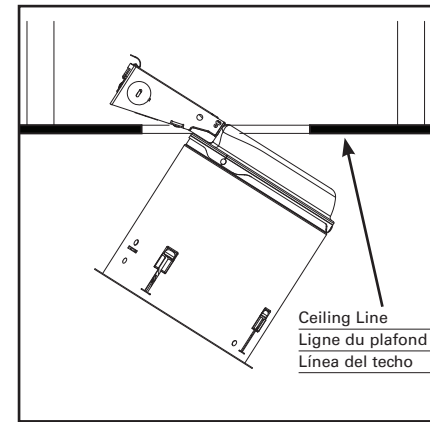

Figure 8
6. To install housing within the ceiling, tip housing such that wiring box points toward the hole (Figure 8). Make sure that the mounting springs are secured in the inboard position (Figure 9).
6. Pour insérer le boîtier dans le plafond, inclinez le boîtier de manière à ce que la boîte de jonction se dirige vers le trou (Figure 8). Assurez-vous que les ressorts de montage sont bien fixés en position intérieure (Figure 9).